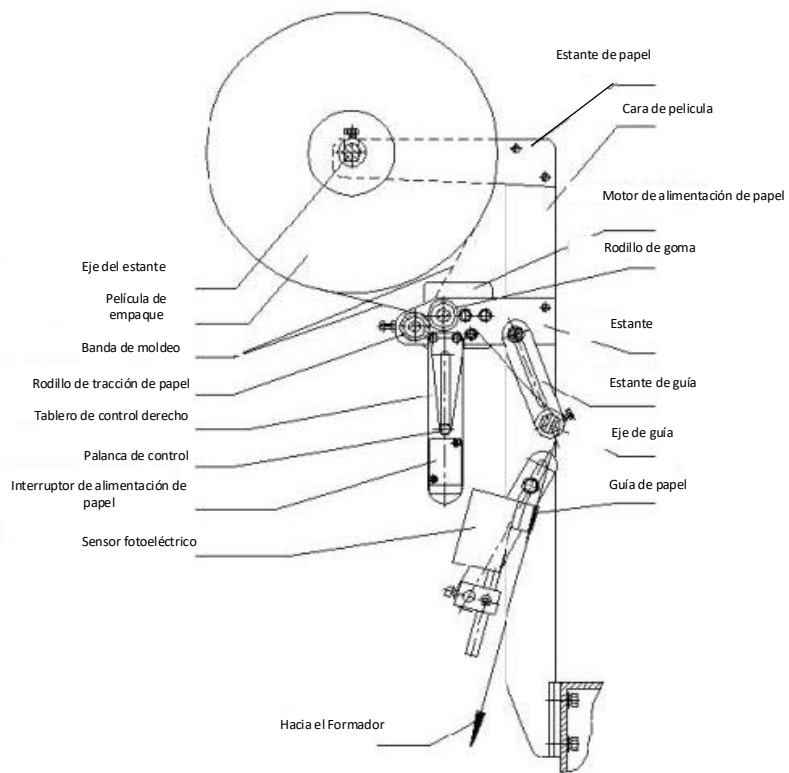

Figura 6: Diagrama del sistema de alimentación de película.
4. Coloque el rollo de película dentro de su eje, instalando sus soportes y rotulas como se muestra en las figuras 6 y 12. Alimente película a través de los rodillos teniendo cuidado que la orientación del impreso coincida con la dirección indicada en la figura 6.